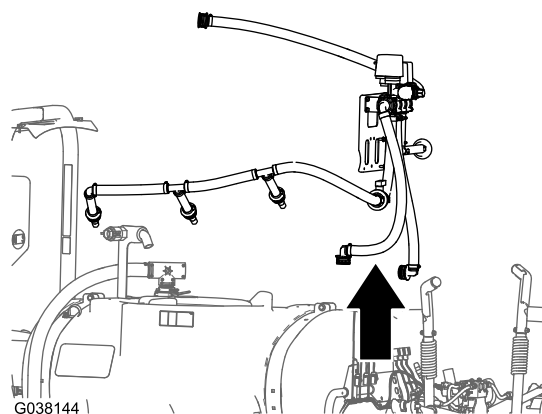

Рисунок 27
2. Снимите кронштейн, клапаны, шланги и сопла перемешивания с машины (Рисунок 27).